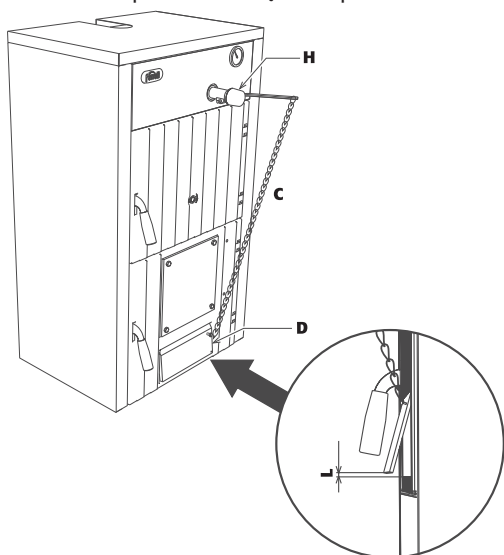

fig. 2 - Instalarea
2. Montați regulatorul termostatic "H" fig. 2.
4. Reglați șurubul de reglare al ușiței pentru priză de aer astfel încât, când ușița este sprijinită, să rămână în orice caz o trecere pentru aer de circa 1 - 2 mm maxim. Cu cazanul rece, poziționați termostatul de reglare la 60°C. Agățați lanțul "C" de ochiul corespunzător "D" al ușiței prizei de aer, reglându-i lungimea astfel încât trecerea aerului "L" (fig. 2) să fie de circa 15 mm pentru "cocs III" și 2 mm pentru "lemn".
În faza de punere în funcțiune trebuie să se efectueze calibrarea dispozitivului de reglare a aerului secundar. Reglați șurubul de reglare al ușiței pentru priza de aer astfel încât, când ușița este sprijinită, să rămână în orice caz o trecere pentru aer de circa 1...2 mm maxim. Cu cazanul rece, poziționați termostatul de reglare la 60°C. Agățați lanțul de ochiul corespunzător al ușiței prizei de aer, reglându-i lungimea astfel încât trecerea pentru aer "L" (fig. 2) să fie de 15 mm pentru "cocs III" și 2 mm pentru "lemn".